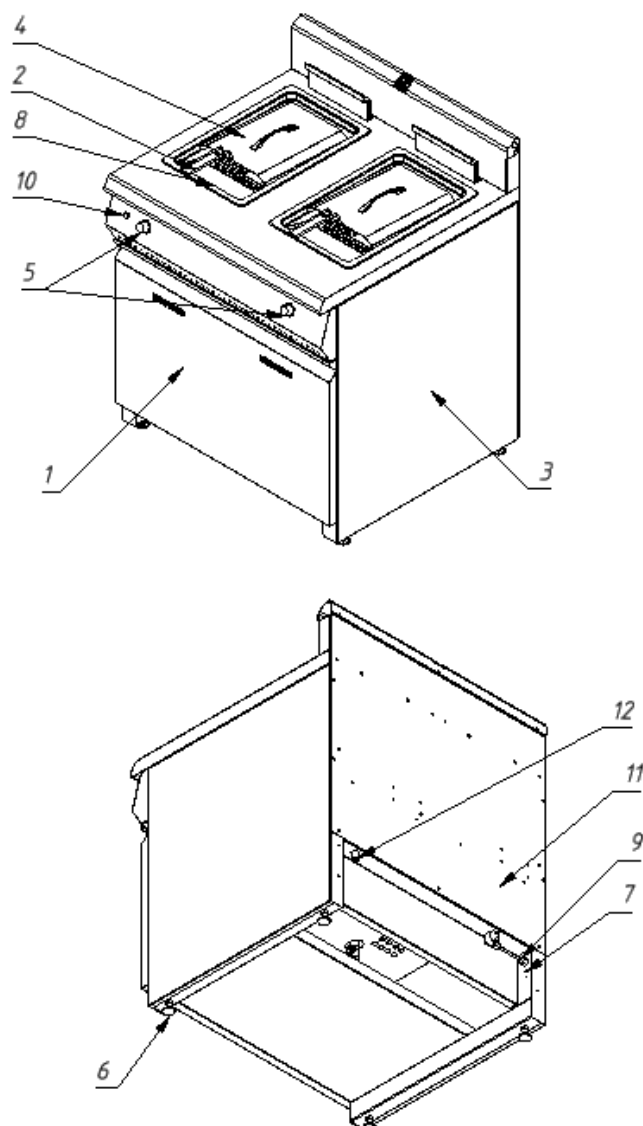

Рис.2 .
5.3 Подсоединить заземление корпуса установки(7)рис.2 к заземляющему контуру помещения согласно ГОСТ 27570.0-87.
5.4 Подключить газ к штуцеру газопровода фритюрницы поз.12 рис.2 специалистами газовой службы гибкой подводкой газа.
5.5 Подключить эл. кабель с эл. вилкой поз.9 рис.2 в электросеть с напряжением 220В.
6.4.3 Нажать кнопку электророзжига поз.10 рис.2.Нажать рукоятку управления до упора и не отпуская зажечь пилотную горелку.
Основные части изделия указаны на рис.2 и перечислены в таблице.1.
7.2.1 Включить подачу электрического тока, подключив эл.вилку поз. (9)рис.2 в эл.сеть 220В.
7.3.1 Включить подачу электрического тока, подключив эл.вилку поз. (9)рис.2 в эл.сеть 220В.